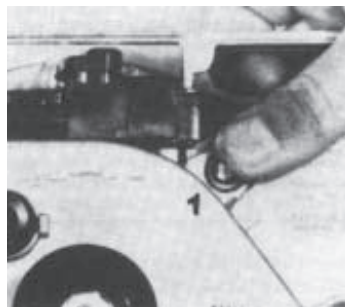

Abb. 32
- Patentdruckknopf bei NOVA-MARK III G bzw. Drehknopf beim NOVA-MARK V G und NOVA-MARK VII G betätigen (Abb. 32 u. 36 Pos. 1)